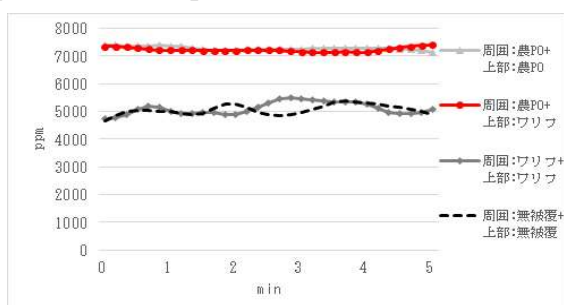

図1 無換気時(左)と横風再現時(右)のダクト内の炭酸ガス濃度推移(R5.5.20)
- 1 小型光合成促進機から発生した炭酸ガスを、周囲を農PO、上部をワリフで囲ったチャンバー内に放出し、排気口から15cm離して設置した電動送風機を用いて群落内に展張したダクトに送風することにより、群落内に炭酸ガスを実定的に局所施用することが可能となります(図1、2、3、4)。